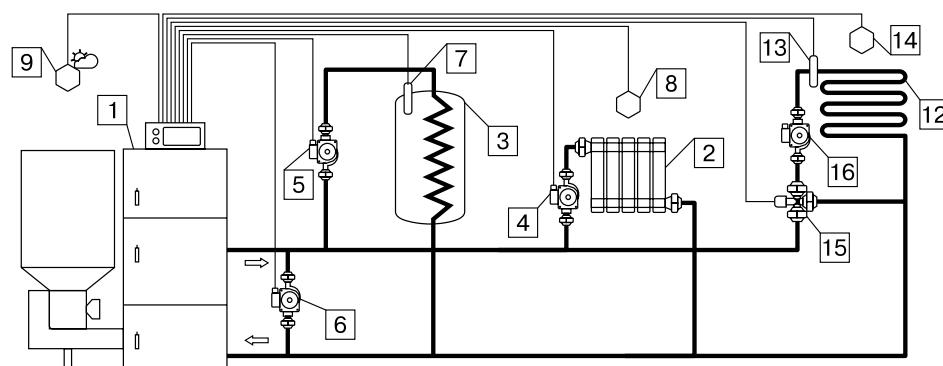
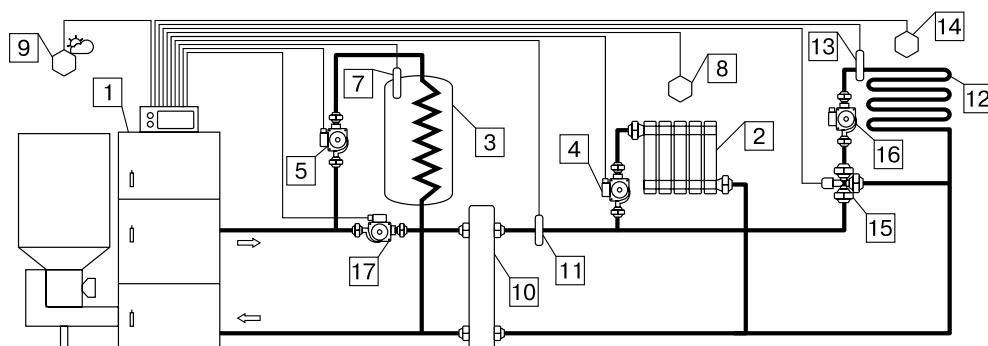

Рис.12 Упрощенная схема подключения котла сузлом рециркуляции
Рис.13 Упрощенная схема подключения котла с гидроразделителем
7.4.1. Упрощенные варианты схем монтажа котла с закрытой системой отопления представлены на Рис.12; Рис.13. Представленные схемы не заменяют проектного чертежа закрытой системы отопления и предназначены только для просмотра!
7.4.5. Во избежание конденсации продуктов сгорания в котле и повышения долговечности котла и дымохода, отопительный котел должен быть оборудован контуром рециркуляции или смесительным устройством, поддерживающим температуру теплоносителя на входе в котел выше 65°C, (см. Рис.12, 13). Для монтажа системы рециркуляции на задней стенке котла предусмотрены патрубки (Рис.2 поз.20 и 21).